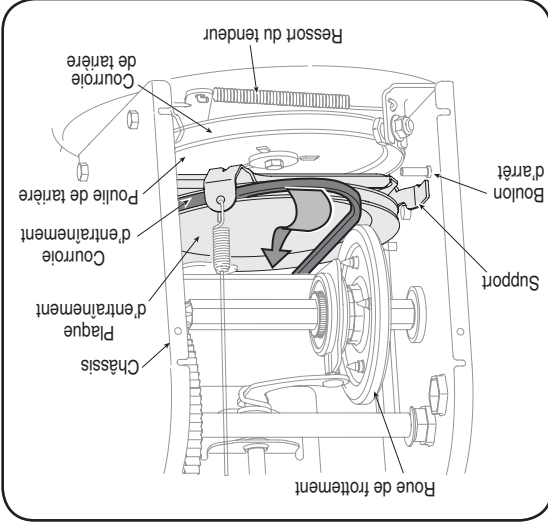

Figure 6-10
6. Dégagez la courroie de transmission de la poulie et de l'espace entre la roue de frottement et le plaque d'entraînement. Voir la Figure 6-10.